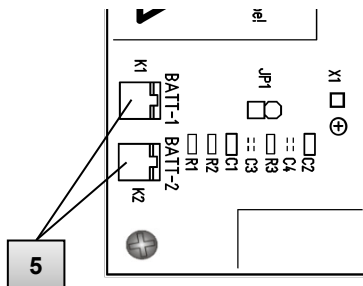

Abb. 27
8. Schließen Sie das Gehäuse mit Hilfe der vier Gehäusedeckel-schrauben (Abb. 27, Pos. **2**).